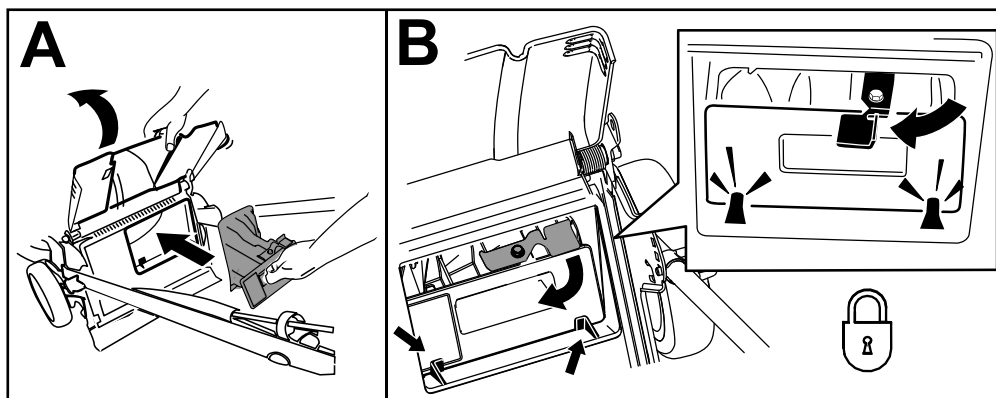

Figure 18
**Important:** Vérifiez que l'obturateur arrière est verrouillé en place. Pour verrouiller l'obturateur, relevez le déflecteur arrière (Figure 18), appuyez fermement sur l'obturateur jusqu'à ce qu'il s'enclenche en position derrière les pattes, et tournez le levier situé sur l'obturateur vers la gauche (Figure 18).